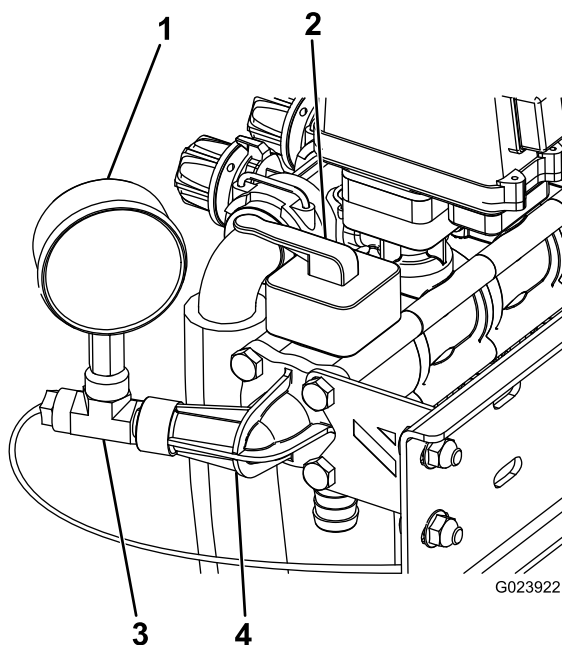

Figura 11
- Instale la junta tórica, la válvula de control nueva, el conector del manómetro que retiró anteriormente y el refuerzo con 4 pernos largos; consulte Figura 11.